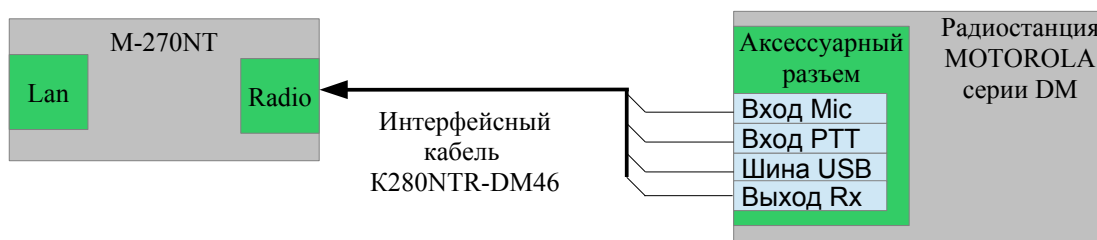

Рис. 13 Схема подключения радиостанций к контроллеру M-270NT, при работе интерфейса в режиме «MOTOROLA DM».
3) Режим интерфейса «MOTOROLA DM» предназначен для подключения к контроллеру радиостанций MOTOROLA серии MOTOTRBO. Подключение выполняется через аксессуарный разъем радиостанции, рис. 13. Команды управления передаются радиостанции по шине USB в соответствии со спецификацией MOTOTRBO XCMP/XNL.